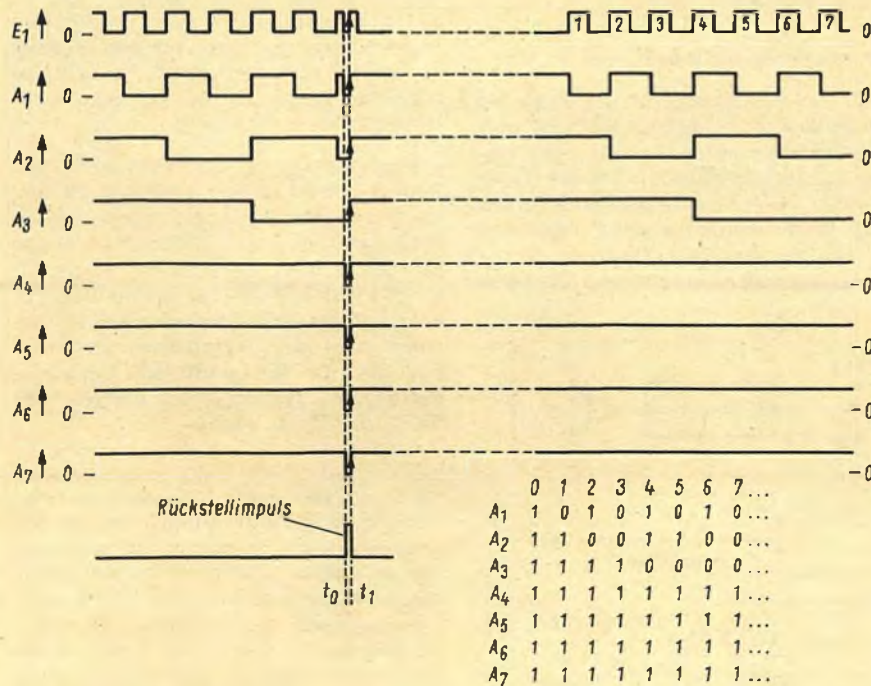

Bild 13. Rückstellung bei  $U_{E1} = „1“$
2.  $U_{E1} = „1“$  (Bild 13)
In Bild 13 dagegen sind alle Ausgänge unmittelbar nach dem Rückstellimpuls im Vorbereitungs-zustand, so daß schon der nächste Impuls als Nummer 1 richtig gezählt wird. Der Grund dafür ist folgender: Der Rückstellimpuls zieht in diesem Fall alle Ausgänge und den Ein-